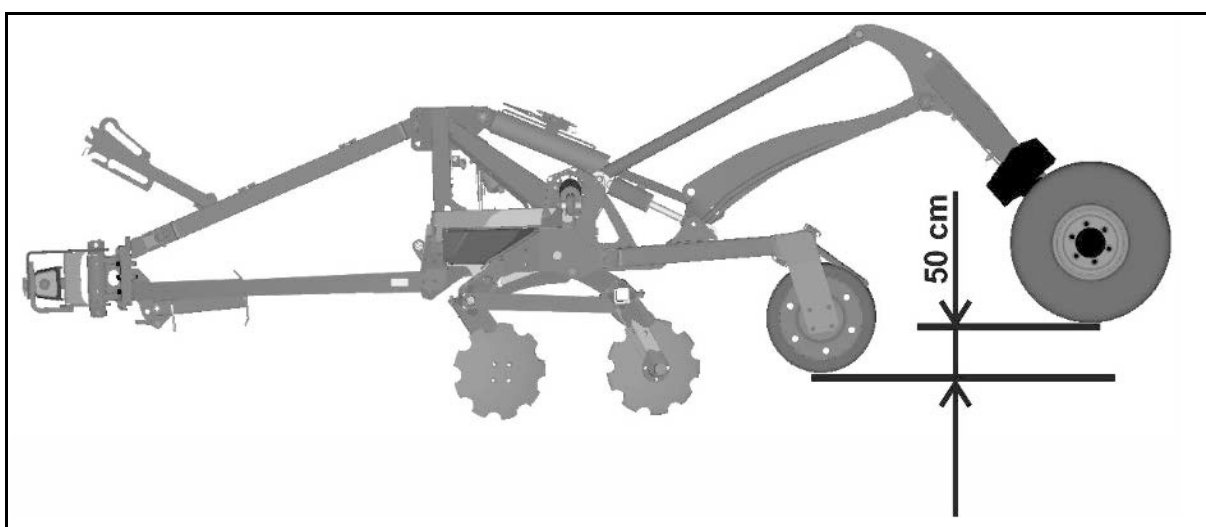

Рис. 37
1. Пригвинтіть фіксуючу трубку (Рис. 37/1) до зовнішньої сторони консолі чотирма гвинтами (Рис. 37/2).
2. Пригвинтіть по два додаткових тягарі (Рис. 37/3) до фіксуючої трубки (Рис. 37/4) та закріпіть.